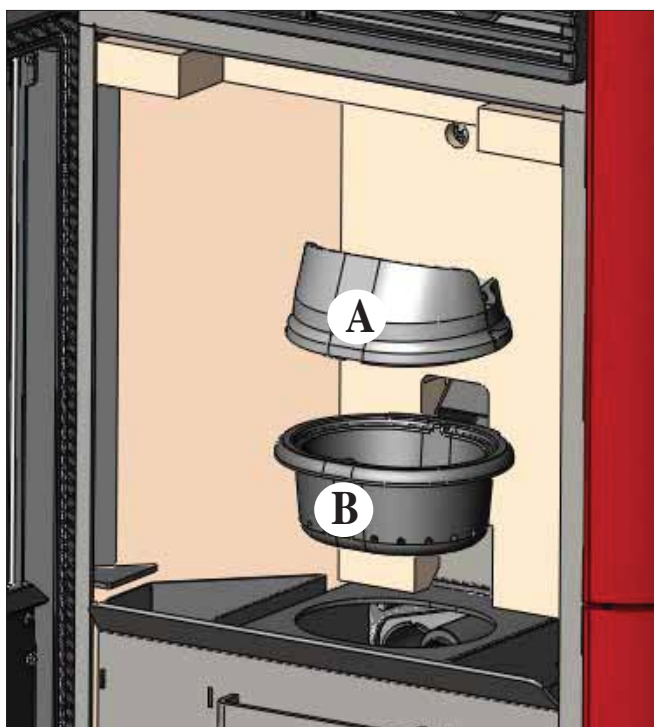

fig. 1
Dopo la normale pulizia, il **NON CORRETTO** accoppiamento del crogiolo superiore (A) (fig. 1) con il crogiolo inferiore (B) (fig. 1) può compromettere il funzionamento della stufa.